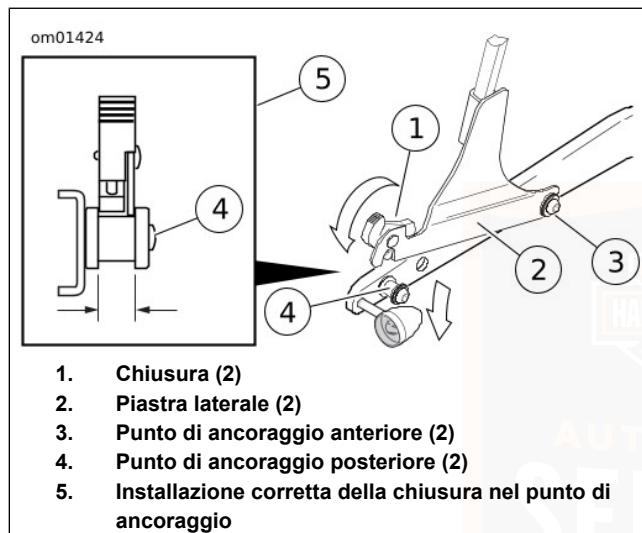

Figura 54. Schienale del passeggero
1. Vedere Figura 54. Stando in piedi dietro la motocicletta, inserire gli incavi anteriori delle piastre laterali, destra e sinistra, nelle scanalature sui punti di ancoraggio anteriori.